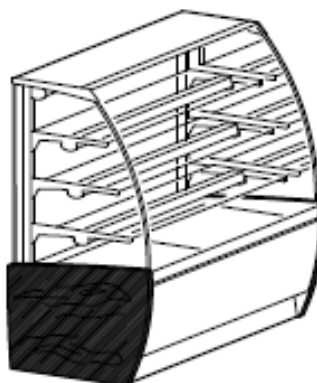

Рис.20b
- Отдельно стоящая витрина с боковыми деревянными панелями (опция) **(Рис.20b)**